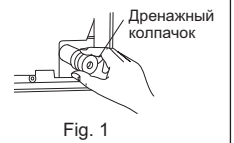

Fig. 1
- Для обеспечения оптимального дренажа дренажный шланг должен иметь наклон вниз. (Fig. 1)
- 1) Положите вместе трубопровод хладагента и дренажный шланг и плотно оберните войлочной лентой (4) с концов. При обмотке перехлест войлочной ленты (4) должен составлять 1/3 ее ширины. Зафиксируйте конец войлочной ленты (4) бандажной стужкой.
- 2) Потянув на себя, снимите дренажный колпачок, расположенный в правой задней части внутреннего прибора. (Fig. 1)
- 1) Правильно режьте медную трубу с помощью трубореза. (Fig. 1, 2)